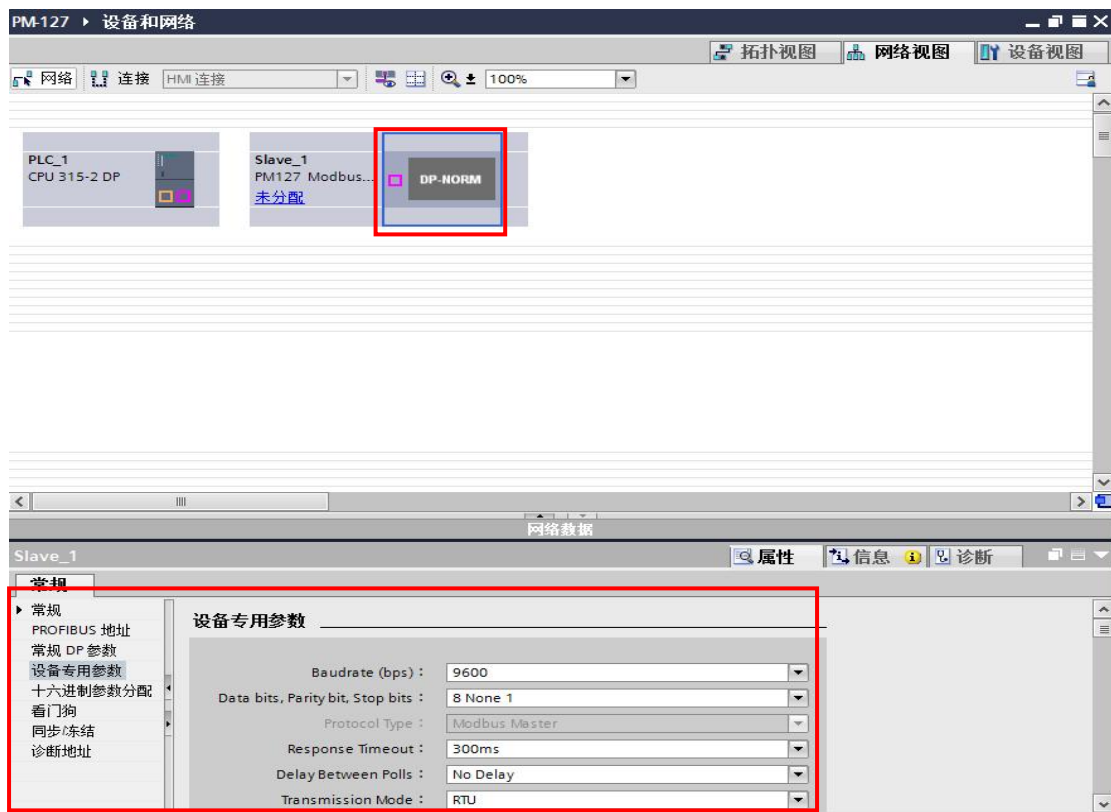

图 20 网关 Modbus 端设置参数信息
3.6 以 PM-127 的串口端做 Modbus 主站为例, 点击从站中 DP NORM 部分可在窗口下方对 PM-127 进行配置, 设置 PROFIBUS DP 从站地址、常规 DP 地址、设备专用参数等数据, 如图 20 所示;